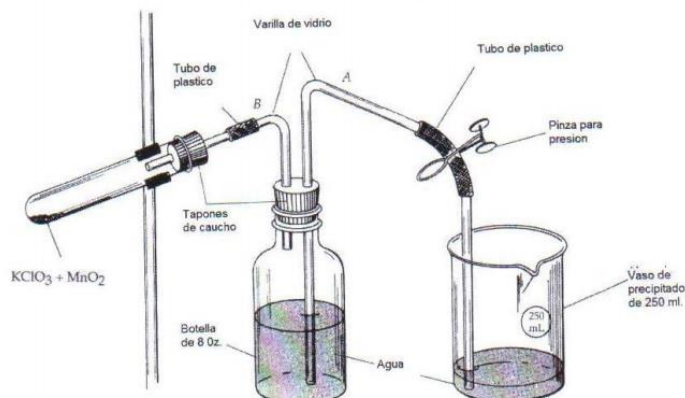

Figura 1. Esquema del aparato para medir el volumen molar de un gas.
1. Arme el aparato de la Figura 1, pero no conecte el tubo de ensaye. Llene la mitad de la botella con agua destilada. Asegurándose de que el tubo B no se extienda por debajo del nivel de agua en la botella.